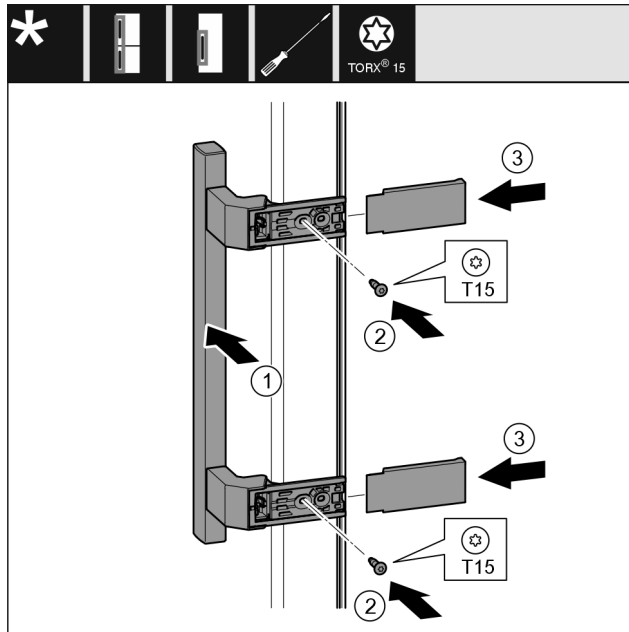

Fig. 23
- ▶ 将把手 Fig. 23 (1) 放到反面。
- ▶ 将螺钉 Fig. 23 (2) 用螺丝刀拧紧。
- ▶ 将盖板 Fig. 23 (3) 放置到侧面并插入。